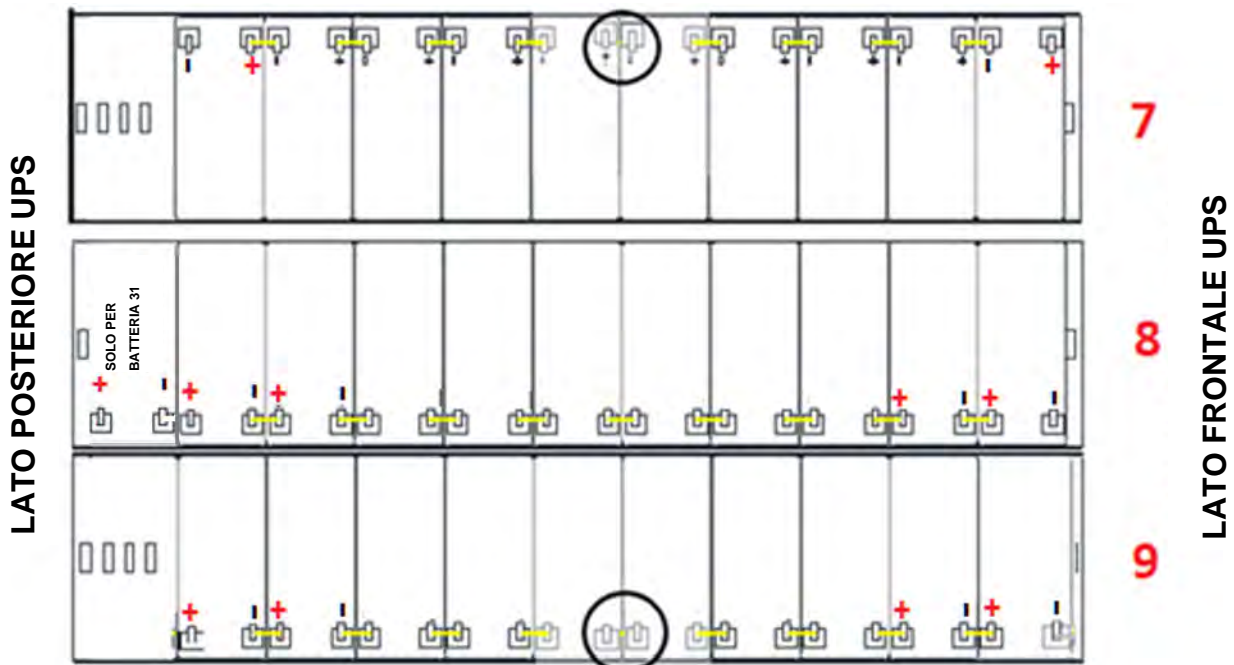

Figura 16 - Vista dall'alto Piano N°3
9) Sul Piano n°3 inserire i cassettei n°7-8-9 rispettando la posizione come dimostrato in figura 16.